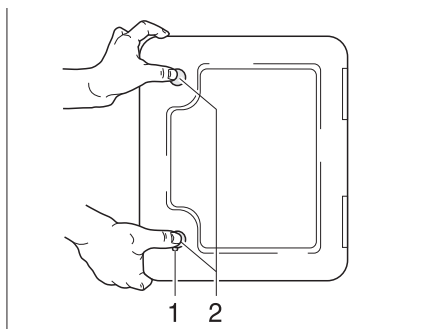

Fig. 143 Trampilla para el inodoro cassette
- Abrir la trampilla para el cassette en el exterior del vehículo. Para esto, introducir la llave en el cilindro de cierre del cierre a presión (Fig. 143,1) y girarla un cuarto de vuelta.
- Presionar ambos cierres a presión (Fig. 143,2) al mismo tiempo con el pulgar y abrir la trampilla para el cassette.